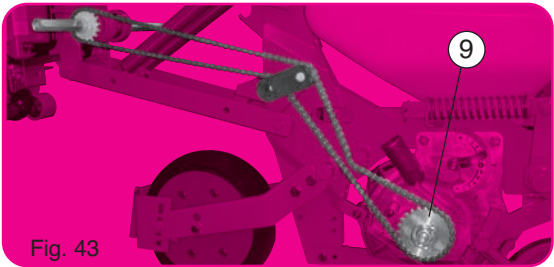

Fig. 43
- ⑨ Le débrayage individuel d'un élément est possible en retirant le clip (9) (ou en débranchant le tuyau d'aspiration (fig. 43)
Le montage de la chaîne d'entraînement s'effectue suivant la fig. 43.
- ⑨ The individual disengaging of a metering unit is possible by removing the lynch pin (9) or by disconnecting the vacuum hose (fig. 43).
The drive chain is mounted as per fig. 43.
- ⑨ Das einzelne Element kann durch Herausziehen des Splintes (9) oder durch Abnehmen des Saugschlauches abgestellt werden. (Fig. 43).
Die Montage der Antriebskette erfolgt nach Abb. 43.